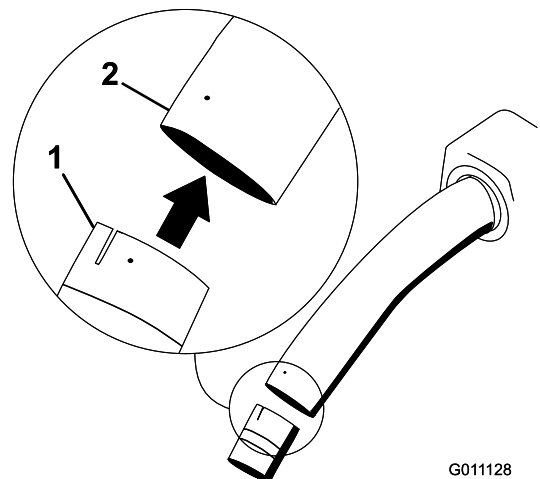

Figura 25
8. Instale el conjunto de tubo intermedio y tubo inferior en el tubo superior (Figura 25).